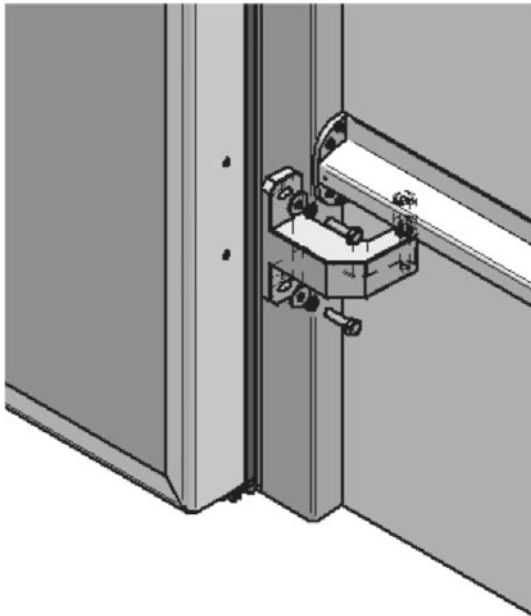

Fig. 7
épaisseur de 40mm (Fig. 7).
- Retirer les deux vis M10 qui fixent la vis de réglage arrière (Fig. 7), enfiler la petite roue dans la glissière inférieure puis fixer de nouveau la vis de réglage arrière du battant